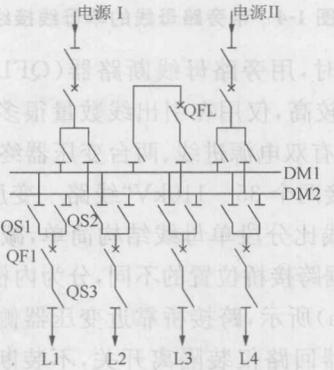

图 1-6 双母线不分段接线
(5)双母线接线。双母线接线如图 1-6 所示。其中母线 DM1 为工作母线,母线 DM2 为备用母线。任一电源进线回路或负荷引出线都经一个断路器和两个母线隔离开关接于双母线上,两个母线通过母线断路器 QFL 及其隔离开关相连接。